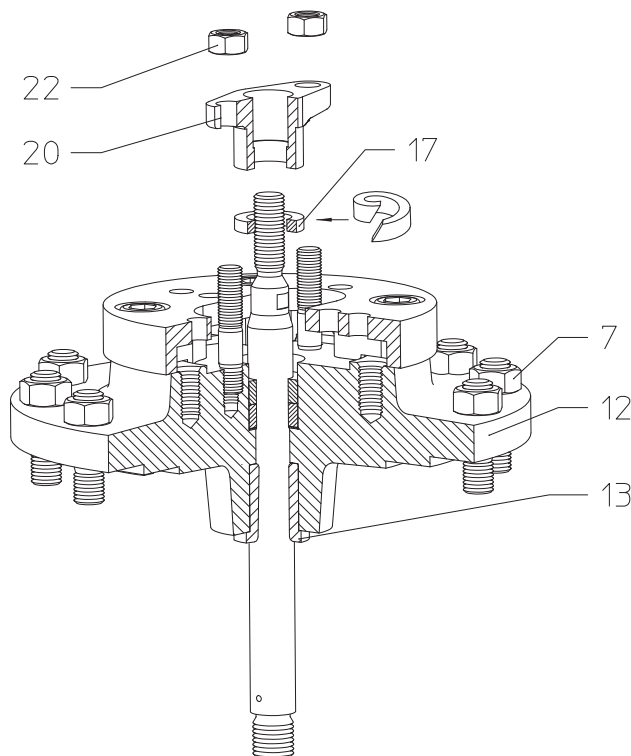

Рис. 8: сальниковая набивка
- Установите новое уплотнительное кольцо (поз. 17), руководствуясь Рис. 8.